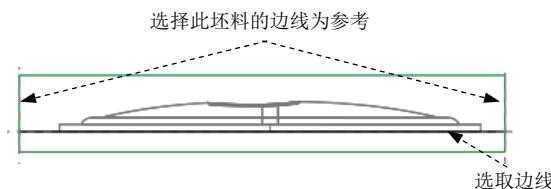

图 21.32 截面草图
(4) 绘制截面草图。选取图 21.32 所示的坯料的边线和所示的边线为草绘参考；绘制图 21.32 所示的截面草图(截面草图为一条线段)；完成截面的绘制后，单击“草绘”操控板中